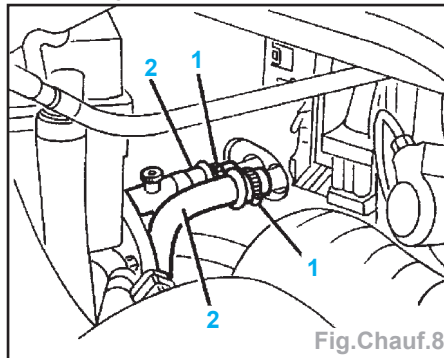

Fig. Chauff.8
- Ouvrir les colliers (1) des tuyaux d'arrivée/retour du liquide de refroidissement (Fig. Chauff.8).